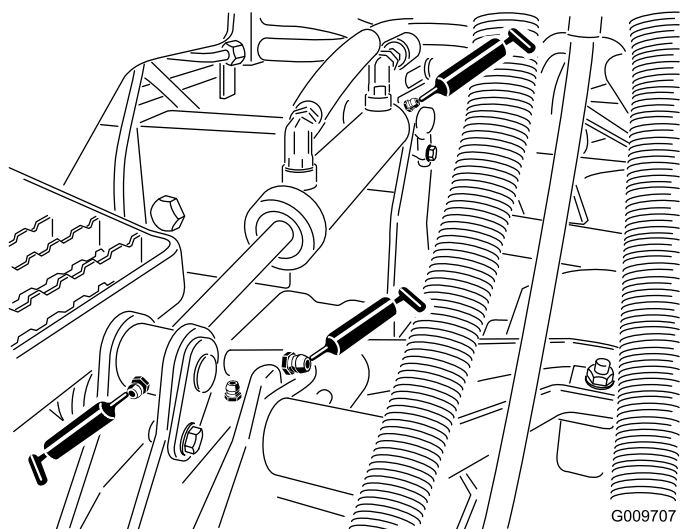

Figura 61
- Casquilhos do braço de elevação (1 por plataforma), como se mostra na Figura 61
- Casquilhos do cilindro de elevação (2 por plataforma), como se mostra na Figura 61